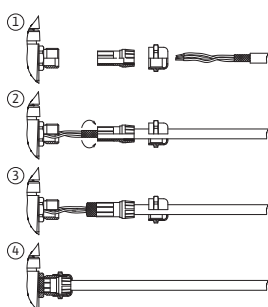

Fig. 25: Ekranējums
Aizsargs tiek pieslēgts pie elektronikas moduļa ar kabeļa izvadi. Skat. Fig. 25.
Digitālo ieeju, analogo ieeju un kopņu komunikācijas kabeliem jābūt ekranētiem ar kabeļa izvades metāla kabeļu skrūvsavienojumu (Fig. 19; 4., 5. un 6. poz.). Ekranējums, skat. Fig. 25.
1. Piesardzīgi atveriet fiksācijas āķus (Fig. 25) ar instrumentu (piem., skrūvgriezi).